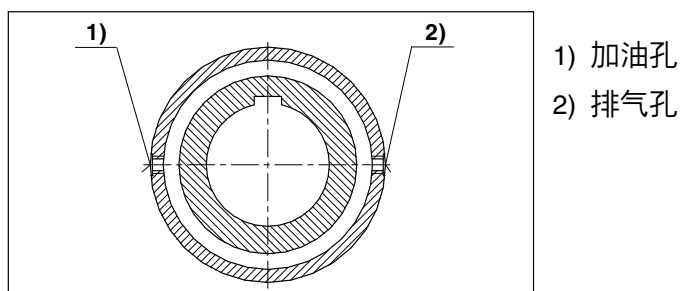

图 9：补充润滑脂
联轴器旋转至螺旋塞 (6) 的位置，达到旁边图 9 所示的位置。